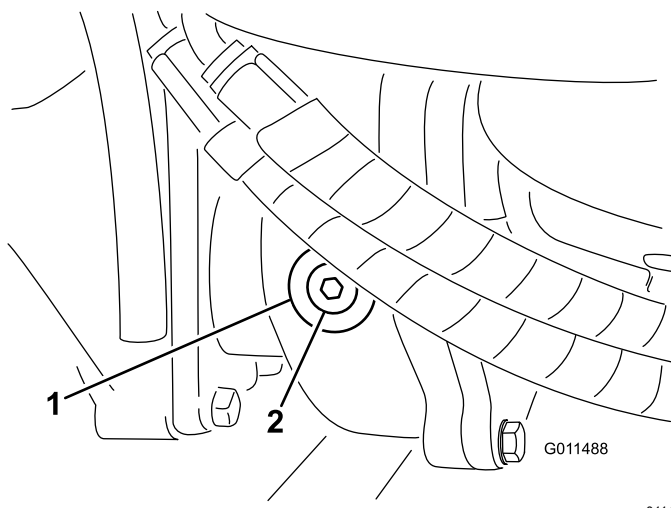

Figura 75
2. Retire el tapón de verificación/llenado del lado izquierdo de la caja de engranajes y asegúrese de que el lubricante llega al borde inferior del orificio (Figura 75).